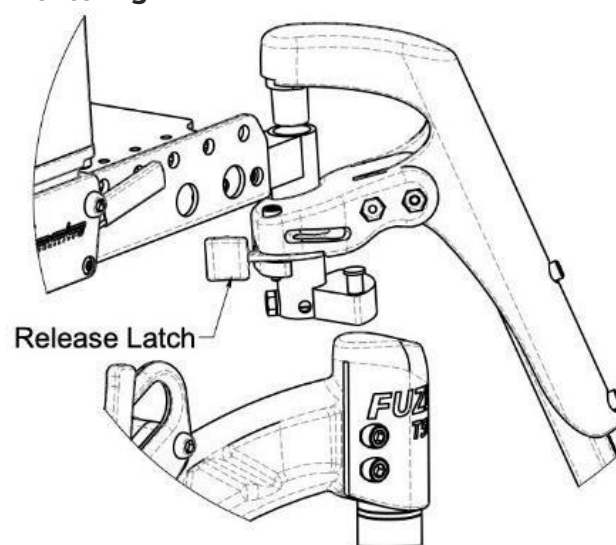

Fig. 1: Låsmekanism för svängbart fotstöd.
1. Placera fotstödet ungefär 45° från rullstolen (fig. 1).
2. Låsmekanismen frigörs genom att trycka på frigöringsspaken (fig. 1).